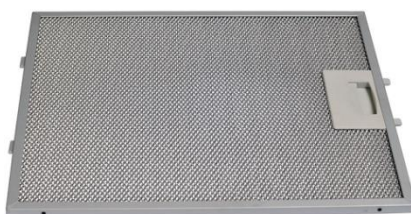

Рис. 2
1. Снимите алюминиевый жироулавливающий фильтр (рис. 2).
6. Установите жироулавливающий фильтр (рис. 2).